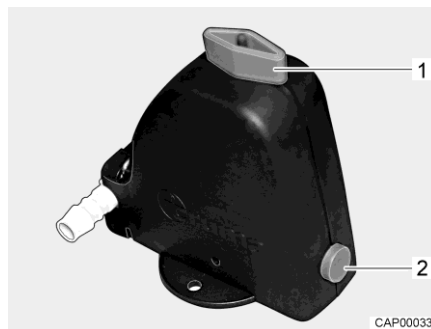

Bild 184 Säkerhets-/avtappningsventil (Truma)
- Säkerhets-/avtappningsventilen (Truma) stängs. Ställ vredet (Bild 184,1) diagonalt mot säkerhets-/avtappningsventilen och tryck in tryckknappen (Bild 184,2).